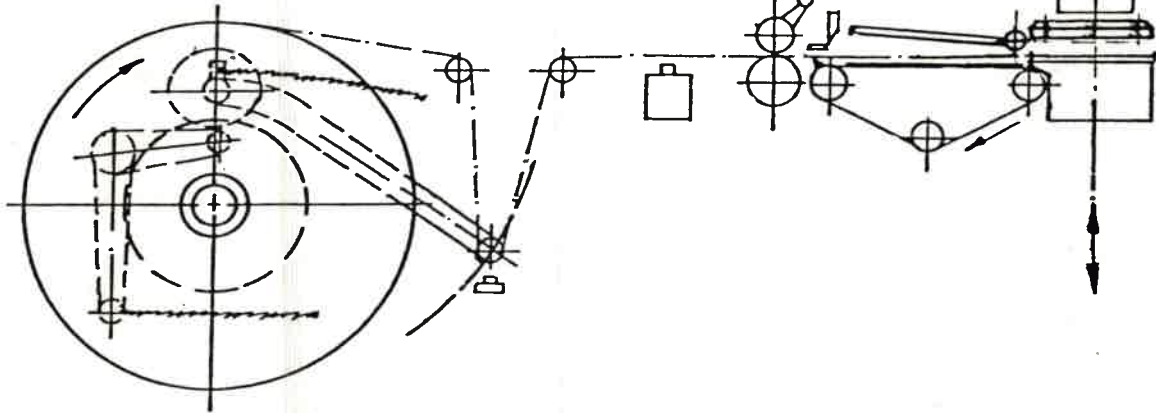
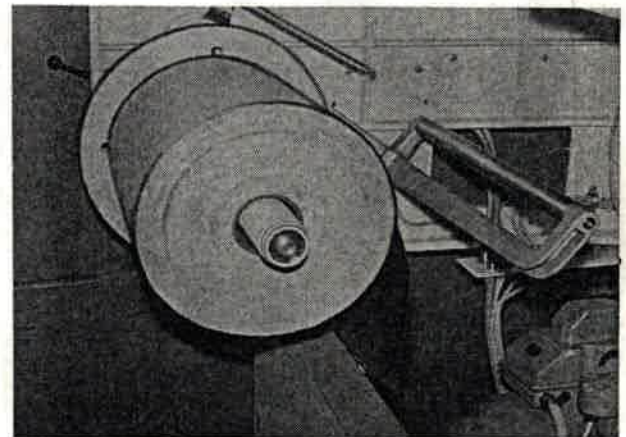

Bild 150 Einwicklerlaufschema
Bild 152
2. Einwicklerrolle (Bild 152) so auf die Abrollachse aufschieben, daß sich der Einwickler wie in Bild 150 dargestellt abrollt.